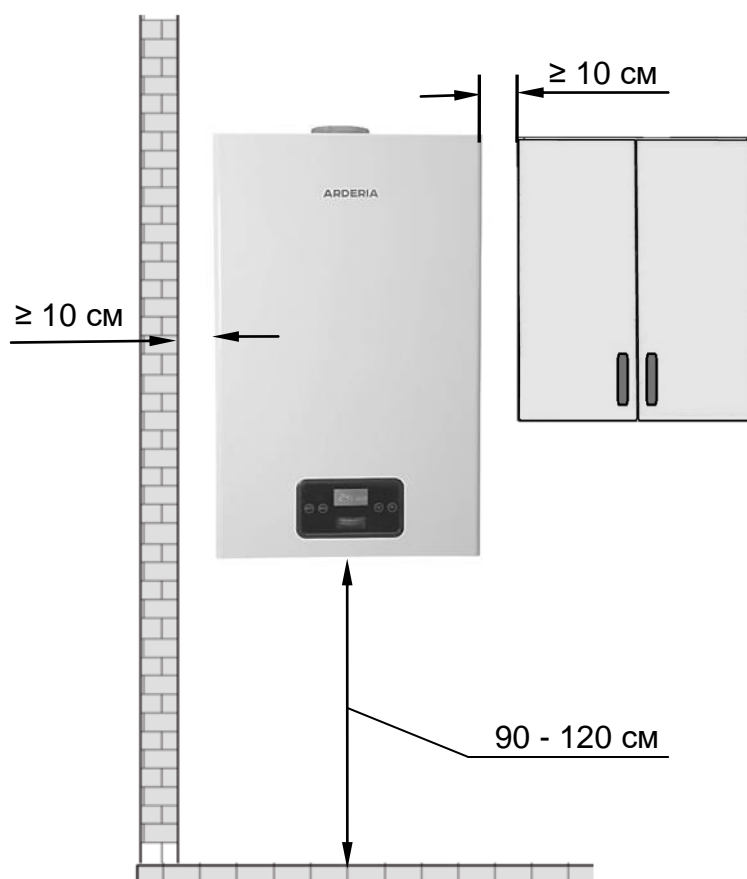

Рис. 11
- При установке котла в квартирах многоквартирных жилых домов при поквартирном отоплении, расстояние от котла до любой боковой стены **должно быть** не менее 10 см. (См. Рис. 11).
- Высота установки котла должна быть удобной для эксплуатации, ремонта и обслуживания. **Рекомендуемая высота** установки котла от 0,9 до 1,2 м. определяется от уровня чистого пола до нижнего основания корпуса котла. (См. Рис. 11).